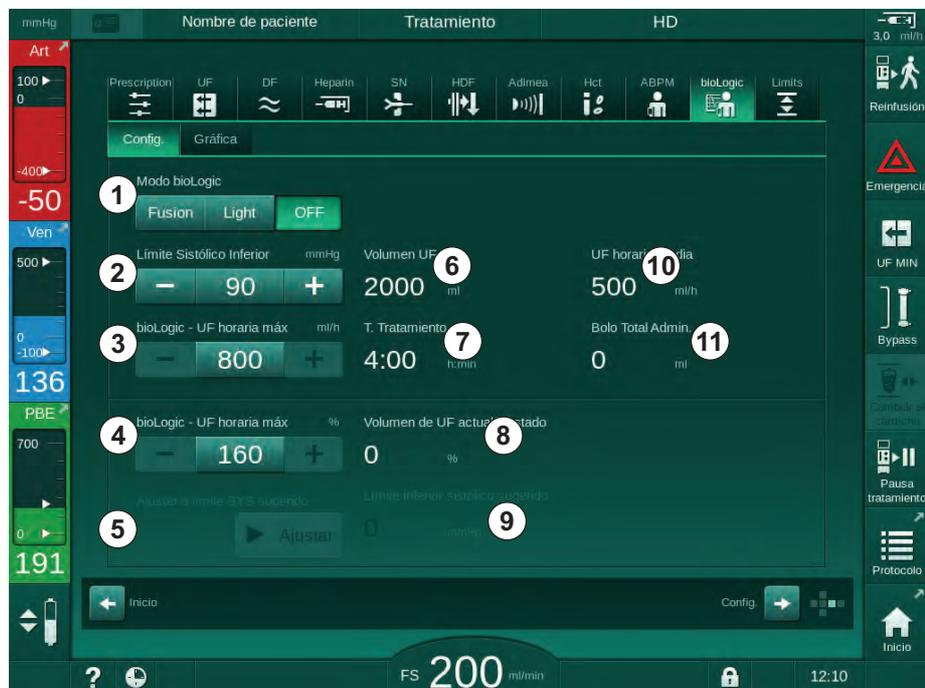

Fig. 11-22 Pantalla de ajustes de bioLogic Fusion
Cuando se activa el SLL sugerido se acepta el valor ⑨ en Fig. 11-22. De forma opcional, el límite inferior sistólico se puede ajustar en la posición ② .
1. Para activar bioLogic Fusion o bioLogic Light, pulsar el icono *Fusion* o *Light* en el recuadro del grupo *Modo bioLogic* (Fig. 11-22, ① ).